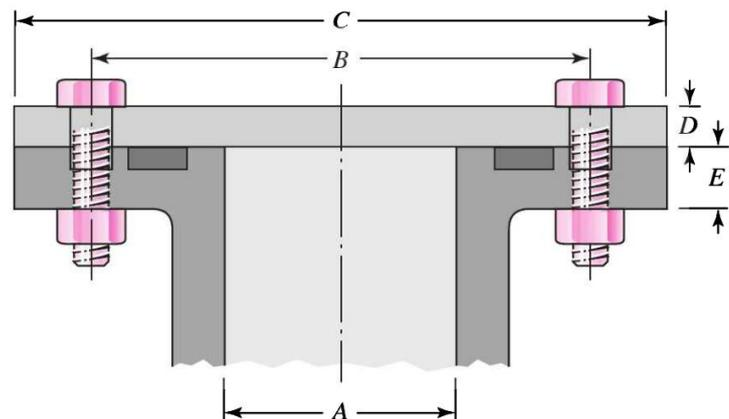

Figura 1.3
1.2.2 A Figura 1.3 ilustra uma tampa ligada ao topo de um cilindro por um conjunto de 10 M12 e classe 8.8 ($E = 207GPa$) com pré-tensão, considera a ligação permanente. No interior do cilindro é usado um gás a uma pressão estática de 6MPa. Determine o fator de segurança da ligação. Dados: $A = \varnothing 100mm$ e $D=E=20mm$, o modulo de elasticidade da tampa é igual o modulo de elasticidade do cilindro, $E=100GPa$.